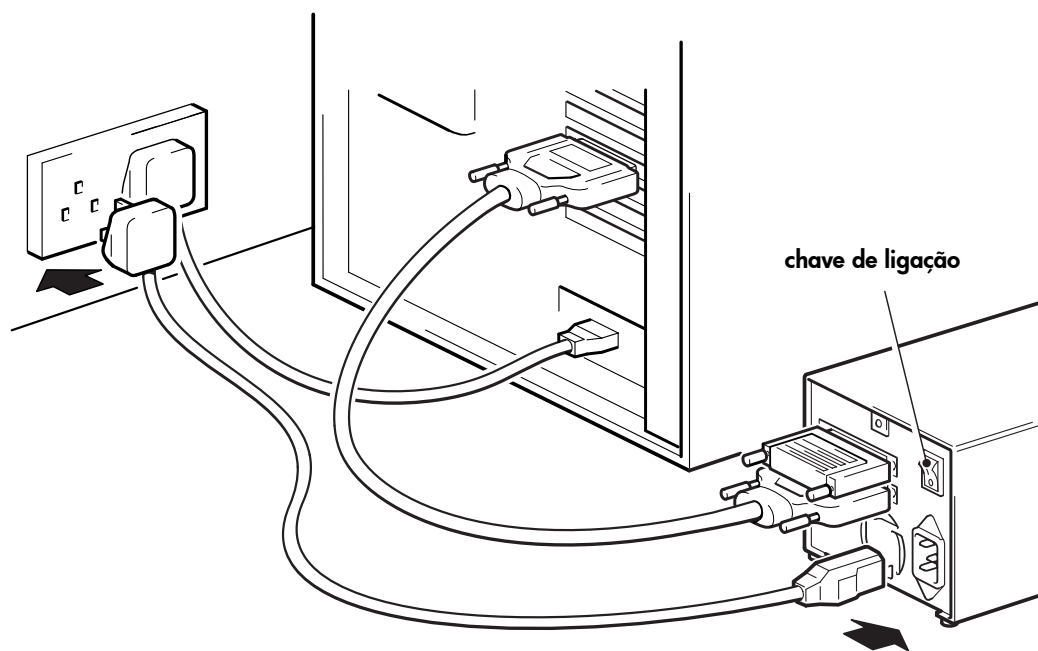

Figura 6: conectar o cabo de alimentação
- 2** Conecte o cabo de alimentação de forma segura no soquete no painel traseiro da unidade. (Veja a figura 6.)